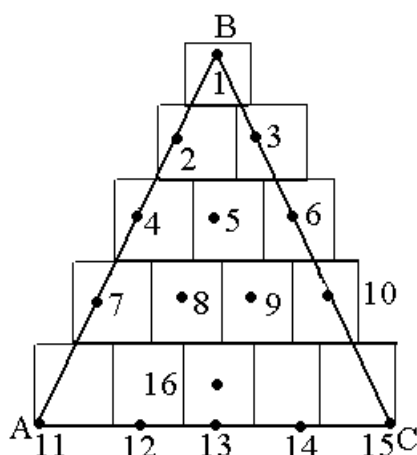

Рис.2. Точки треугольника для расчета концентраций трехкомпонентного раствора
2. Получить задание на эксперимент и рассчитать точки треугольника, представленные на рис.2, результаты занести в табл.10.
5. Приготовить серию растворов, соответствующих точкам треугольника п.3 (рис.2, табл.10) объемом по 10 мл и визуально определить цвет контрольного раствора на соответствие определенной точке треугольника.